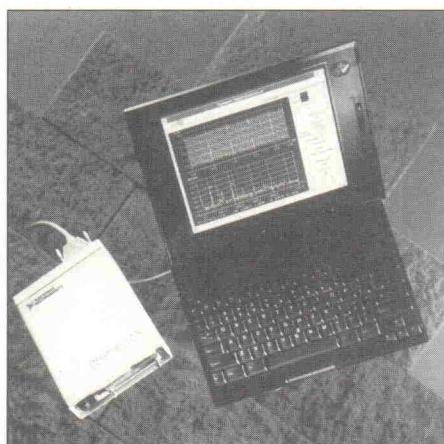

Bild 5. Schnell am LPT:
1200 von National Instruments (Bild 5), weil diese Lösung sowohl im Standard-Centronics-Modus als auch im EPP-Modus betrieben werden kann. DAQPad stellt 8 (4) single-ended (Differenz-) Analogeingänge mit einer Summenabtastrate von 100 kSamples/s in der EPP-Betriebsart bereit. Weiter gibt es zwei 12-Bit-D/A-Kanäle, 24 digitale I/Os sowie drei 16-Bit-Zähler. Im Betrieb mit den entsprechenden Treibern verhält sich diese portable Lösung I/O- und software-kompatibel zur NI PC-Slot-Karte Lab-PC+. Im Lieferumfang enthalten sind DAQWare und NI-DAQ, letztere sowohl in der DOS- als auch in der Windows-Fassung.